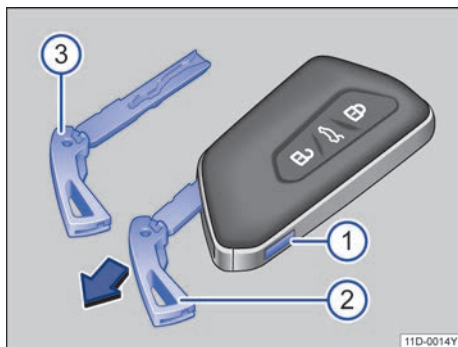

图 39 汽车钥匙：解锁应急钥匙
- ① 短促按压解锁按钮。向上翻起钥匙头。
- ② 按压解锁按钮，沿箭头方向拉出应急钥匙。
- ③ 应急钥匙。
在汽车钥匙中有一把用于手动解锁和锁止车辆的应急钥匙→图 39③→第 46 页。